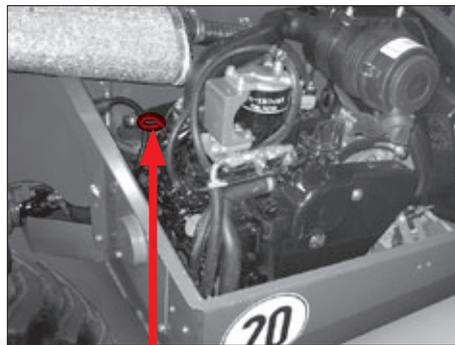

Fig. 95
6. Træk oliemålepinden (fig. 95) ud.